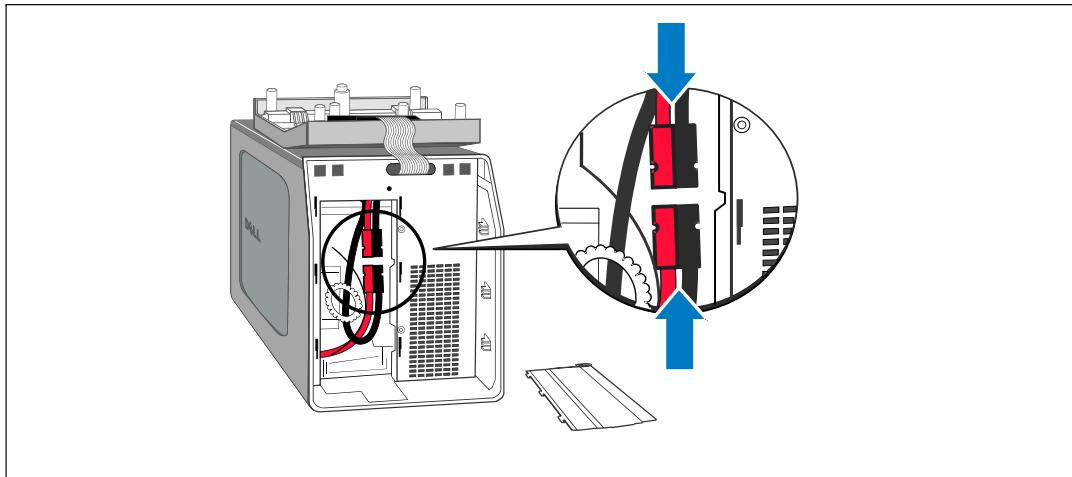

Рис. 12. Подключение разъемов внутренней батареи
- 4 Подсоедините разъем внутренней батареи (см. Рис. 12).